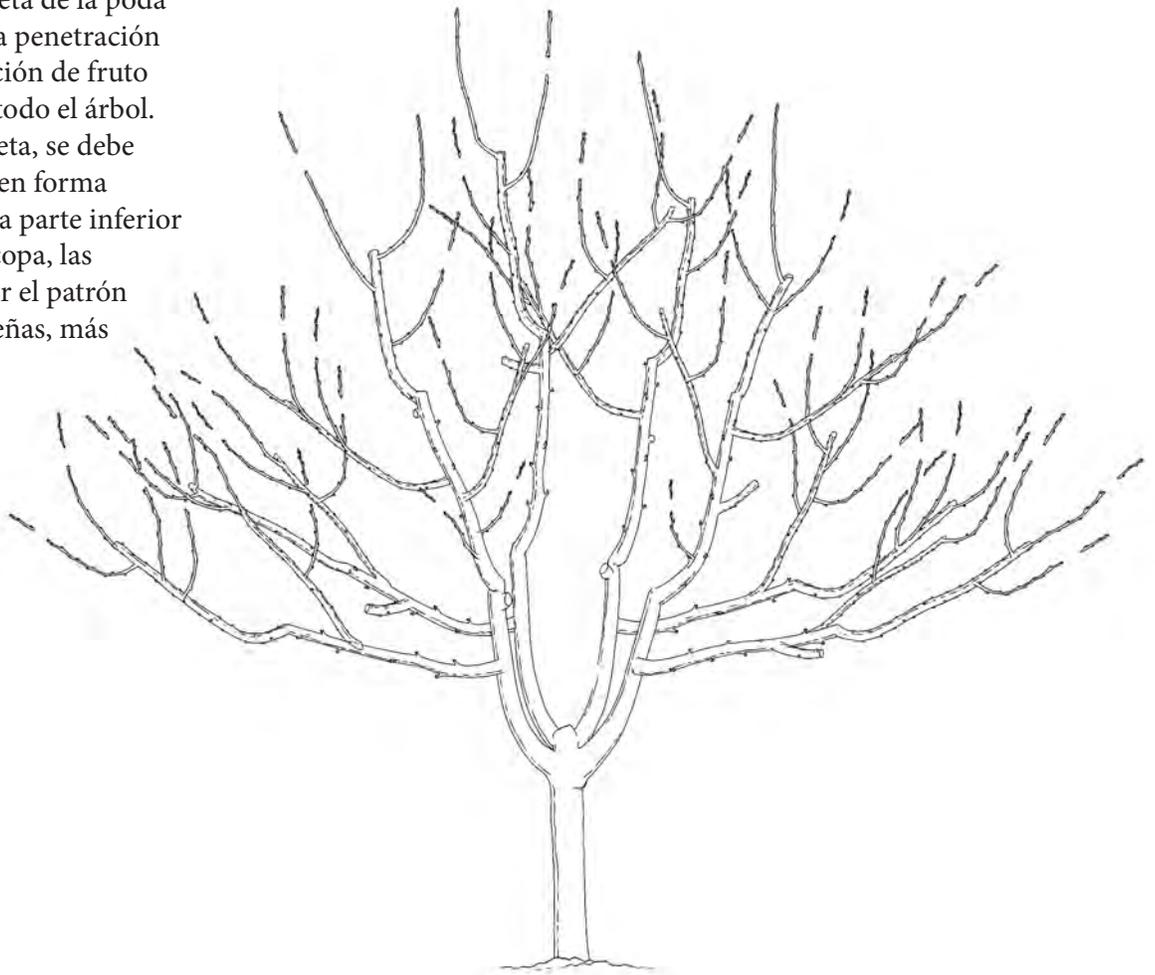

Figura 41
- Para mantener una carga frutal equilibrada en los árboles muy productivos, despunte todas las ramas laterales, quitando entre un cuarto y un tercio del nuevo crecimiento (Figura 41).